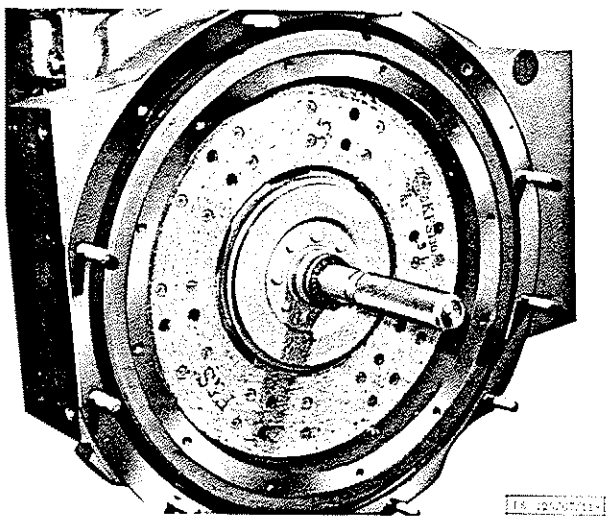

BILD 46: Zentrieren der Kupplung
13. Kupplung montieren. Damit beim späteren Einbau des Getriebes der vordere Zapfen der Kupplungswelle in das Nadellager der Kurbelwelle hineinfindet, muß die Kupplungsscheibe zentriert werden. Man verwende hierzu den Zentrierdorn 10174 (Bild 46). Die Kupplung wird gleichmäßig und über Kreuz festgezogen.